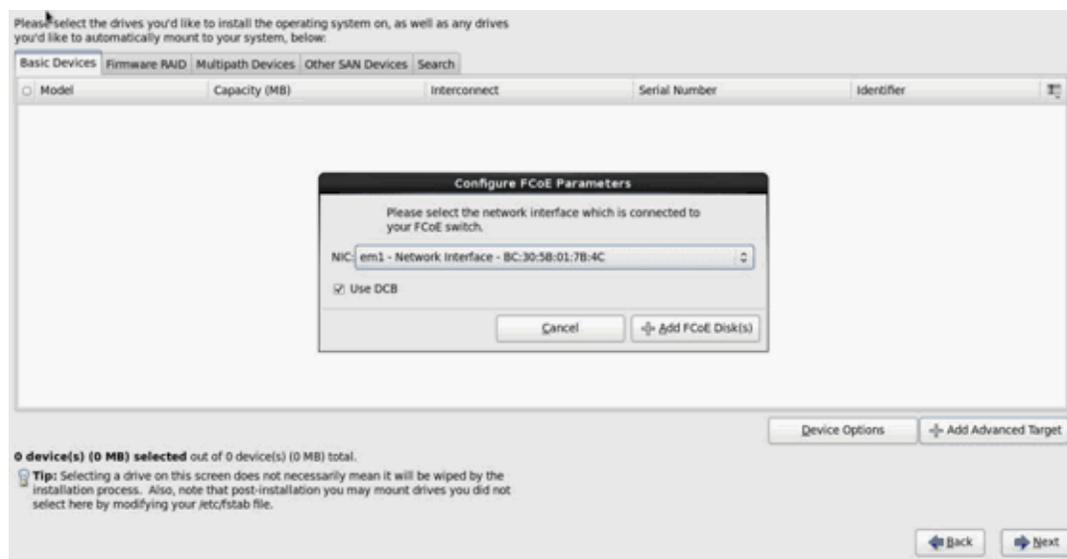

Ilustración 14-27. Configuración de parámetros de FCoE
7. Para cada interfaz destinada al inicio FCoE, seleccione la interfaz, elimine la selección de la casilla de verificación **Use DCB** (Utilizar DCB), seleccione **Use auto vlan** (Utilizar vlan auto) y, a continuación, haga clic en **Add FCoE disk(s)** (Agregar discos FCoE) (Ilustración 14-27).